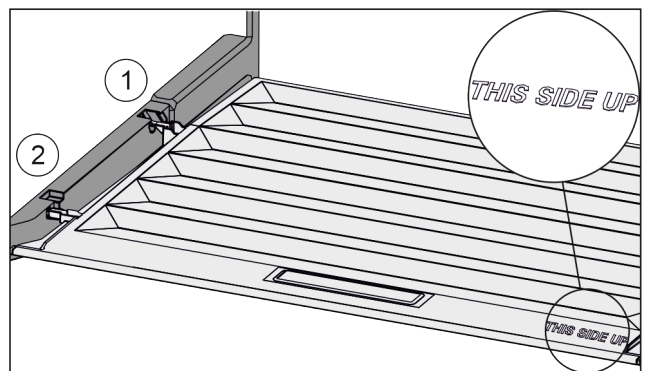

Fig. 32
- ▶ Deckelstege über Öffnung der hinteren Halterung Fig. 32 (1) einführen und vorne in Halterung Fig. 32 (2) einrasten.